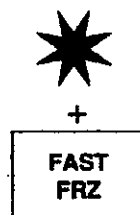

Figure 19
- a. To set FAST FREEZE mode, press START (*) pad; press FAST FRZ pad. Indicator light will glow. See Figure 19.